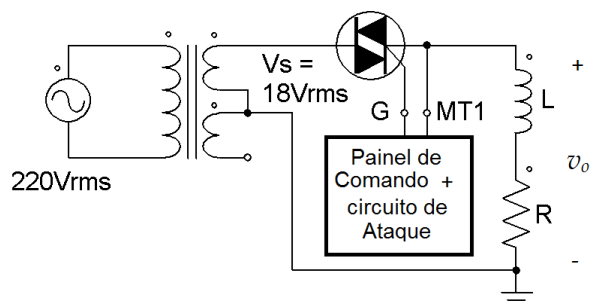

Figura 7 – Gradador com TRIAC
12. Monte o gradador monofásico mostrado na Figura 7 acionando inicialmente apenas uma lâmpada automotiva BA-15S como carga ( $L=0$ ). Conecte-o ao painel de comando com o CI TCA785 do laboratório. **ATENÇÃO! A saída de pulsos do painel de comando é após os transformadores (TPs)!**